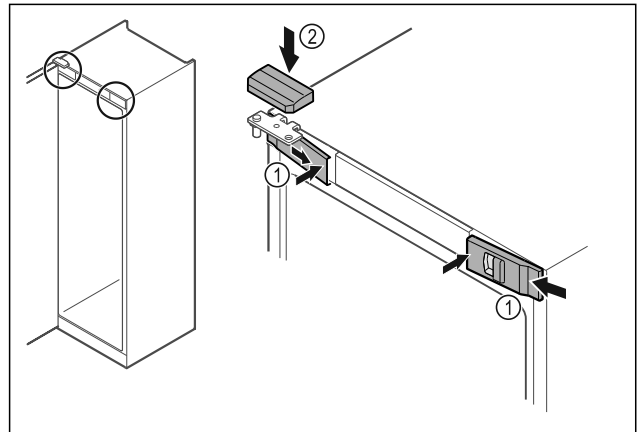

Fig. 55
- ▶ Klik de forreste afdækninger Fig. 55 (1) i på siden, og lad dem gå i hak indvendigt.
- ▶ Klik på den øverste afdækning Fig. 55 (2) på ovenfra.